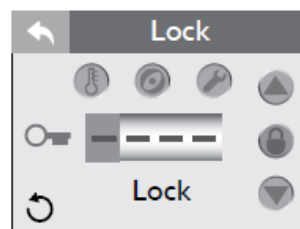

Figura 6.7b
A. Bloqueio de temperatura (Figura 6.7b):
B. Bloqueio do spa (Figura 6.7b):
C. Bloqueio de serviço (Figura 6.7b):